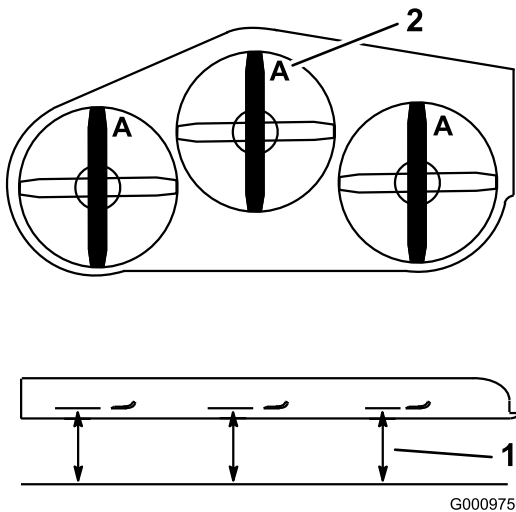

Bild 80
4. Messen Sie von einer ebenen Fläche bis zu den Schnittkante (Stellung A) der Messer (Bild 80).